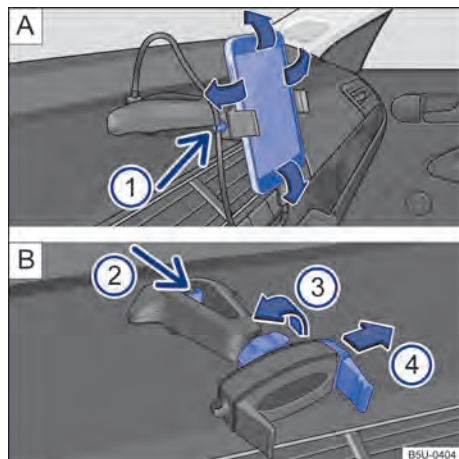

Fig. 193 No console central: suporte para smartphone e ajustes.
- Segurar o suporte com uma mão e pressionar o botão de destravamento → Fig. 193 [B] ② (seta).
- Com a haste → Fig. 193 [B] ④ deslocar no sentido da seta, e instalar o smartphone no alojamento.
- Com a outra mão deslocar a haste → Fig. 193 [B] ④ até que seja possível remover o aparelho do alojamento.
- Colocar o cabo USB na entrada carregador USB do suporte existente no painel de instrumentos → Fig. 193 [A].
- Prender o cabo no suporte → Fig. 193 [A] ①.
- Para liberar o movimento do suporte, girar a trava → Fig. 193 [B] ③ no sentido contrário da seta.
- Para fixar a posição, girar a trava no sentido da seta ③ → Fig. 193 [B] até a fixação total do suporte.
i O suporte para smartphone tem garantia de 3 anos, com exceção da haste deslizante (garra) → Fig. 193 **B** **4** que tem garantia de 1 ano.